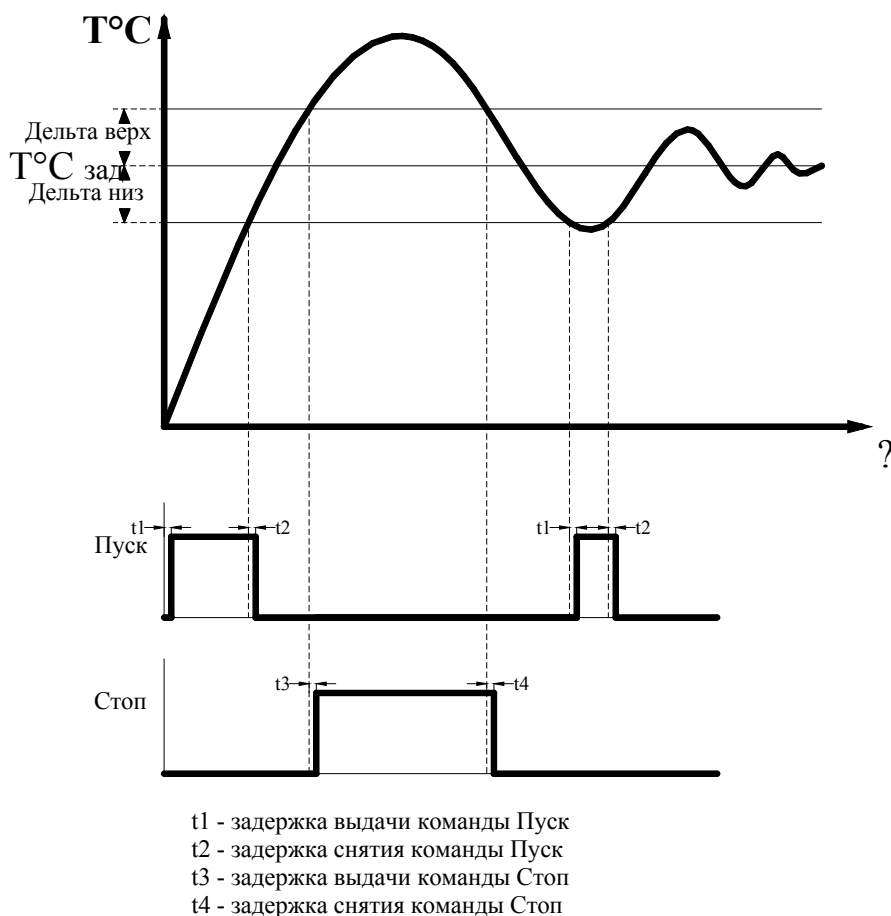

Рис. 2. Формирование команд пуск/стоп
**Включение дополнительного насоса** будет производиться через программируемый интервал времени. При программировании БУК задается тот уровень давления и температуры, при достижения которого в систему выдается команда на пуск дополнительного насоса (рис.2).
**Отключение дополнительных насосов.** При понижении температуры относительно заданной уставки на значение «Дельта верх» (рис. 2) БУК выдаст команду на отключение дополнительных насосов (при работе более одного насоса). При этом сначала отключается первый включенный в работу в автоматическом режиме насос, затем через программируемое время – второй включенный в работу и т.д. Такой алгоритм отключения насосов обеспечивает равномерную выработку их ресурса.
Точка **А** лежит ниже уровня формирования команды ПУСК  $R_{\text{зад}} + \Delta v$  (рис. 2). При пуске дополнительного насоса и переходе регулируемого насоса на минимальную частоту вращения (харак-
теристика  $P(Q)_{\text{макс}}$  уровень давления, поддерживаемого системой из двух работающих насосов, переместится в точку **В**, лежащую выше уровня формирования команды СТОП  $R_{\text{зад}} - \Delta n$  (рис.2). После отключения дополнительного насоса и перехода регулируемого насоса на минимальную частоту вращения уровень давления переходит в точку **А**.
Система по значениям  $T_{\text{мин н/в}}$  и  $T_{\text{макс н/в}}$  вычисляет значения интервалов времени  $T_{\text{выч в}}$  и  $T_{\text{выч н}}$ , по истечению которых формируются признаки ПУСК и СТОП (рис.2).